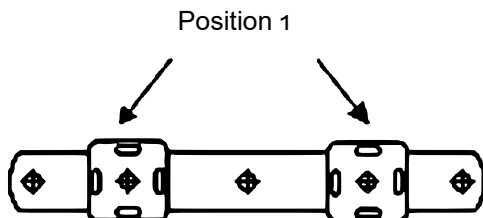
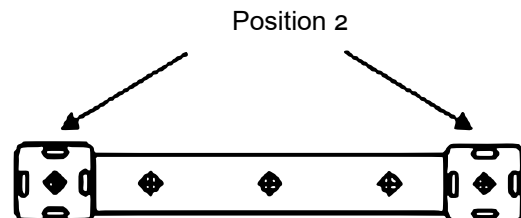

Figure 2a
Figure 2b
- Montez deux modules sur le rail de positionnement à l'aide de l'axe et de l'écrou papillon, où il y a deux positions de montage. Installez les modules en pos. 1 comme indiqué sur la fig. 2a lorsque les spécifications des tuyaux sont 1014, 1216, 1418 et 1620. Sélectionnez la pos. 2, comme indiqué dans la fig. 2b, lorsque les spécifications des tuyaux sont 2025 et 2623.